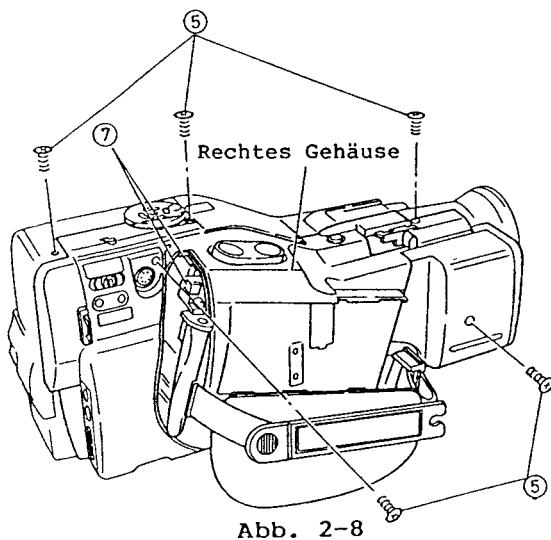

Abb. 2-8
5. Fünf (5) Befestigungsschrauben des rechten Gehäuses entfernen (siehe Abb. 2-8).
7. Zwei (2) Stecker (PG1, PG2) abziehen und das rechte Gehäuse in Pfeilrichtung abnehmen (siehe Abb. 2-8, 2-9).